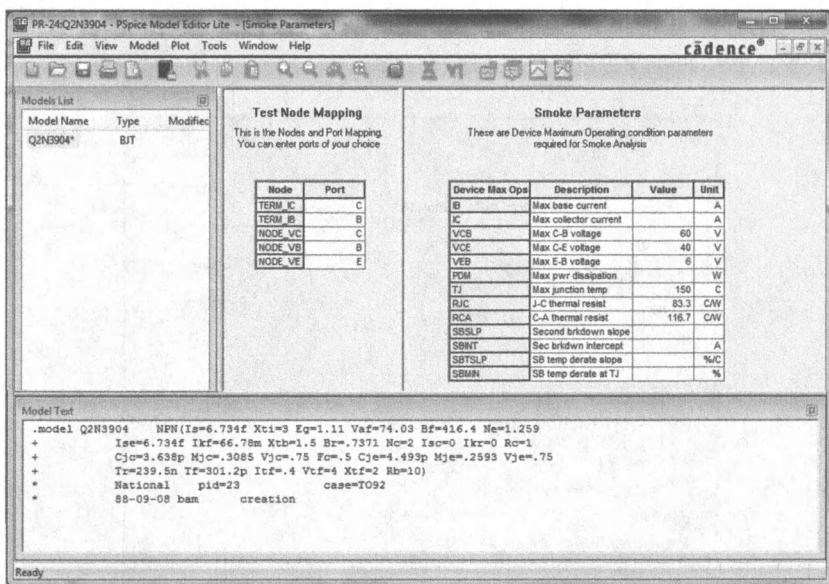

Рис. 15.6. Редактор модели транзистора
2. В файле библиотеки прокрутите вниз и выберите модель Q2N3904. Перенесите этот транзистор на рабочее поле, выделите его и выберите Edit PSpice Model (рис. 15.6).